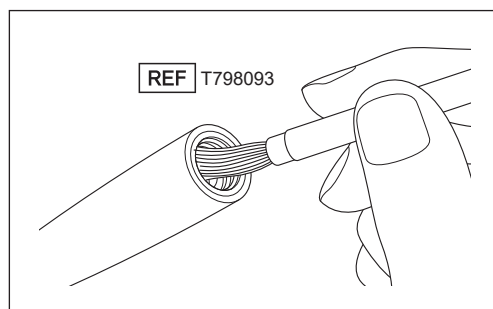

図40
- 3) ハンドピース接続部内側に付着しているパウダーを付属の掃除用ブラシで取り除きます（図40）。